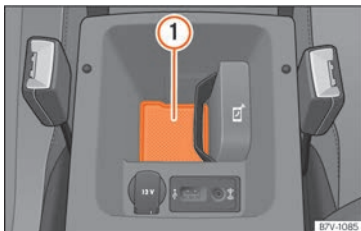

Fig. 231 Alojamiento para la conexión del teléfono móvil a la antena exterior del vehículo situado dentro del reposabrazos central delantero.
Para la conexión a la antena exterior del vehículo, el teléfono móvil tiene que estar en la superficie de alojamiento » **fig. 231 ①**.